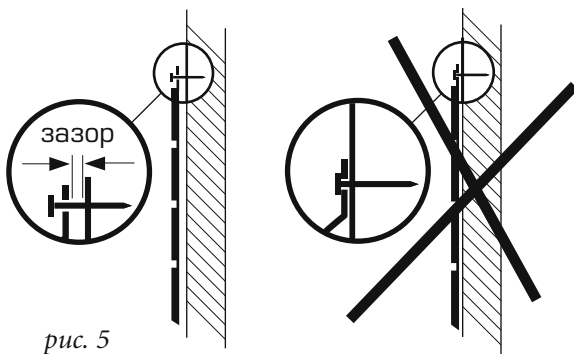

рис. 5
В случаях, когда длина поверхности стены больше длины панелей сайдинга, для соединения панелей рекомендуется использовать соединительную планку (рис. 5). При этом зазор между сайдингом и планкой должен составлять 6-10 мм. Допускается монтаж сайдинга внахлест. При монтаже сайдинга внахлест швы не должны совпадать более чем в 4-х рядах (рис. 6).
8. Устанавливая панели, оставляйте небольшое расстояние между верхним краем шляпки гвоздя (шурупа) и панелью, это обеспечит свободное расширение-сжатие (рис. 5)
б) делать зазоры между панелью и верхним краем шляпки гвоздя (шурупа) (рис. 5);